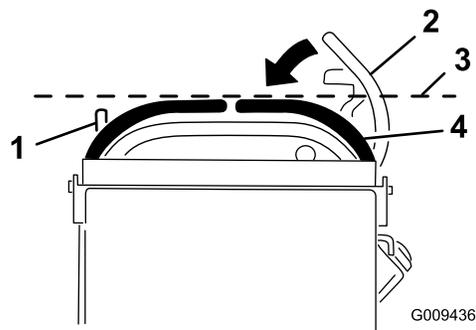

Figure 75
3. Abaissez les leviers de commande de déplacement hors de la position de VERROUILLAGE AU POINT MORT (Figure 75).
4. Vérifiez si le levier de commande de déplacement droit s'aligne horizontalement sur le levier de commande de déplacement gauche (Figure 75).